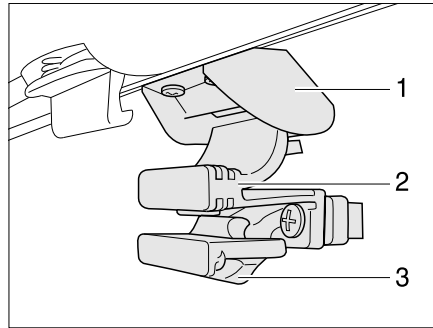

Bild 37 Fenster in der Eingangstür
- Sicherung (Bild 37,3) nach hinten drücken.
- Griff (Bild 37,2) zusammendrücken und Fenster nach unten schieben.
- Fenster nach oben schieben, bis der Griff (Bild 37,2) in der Verriegelung (Bild 37,1) einrastet.